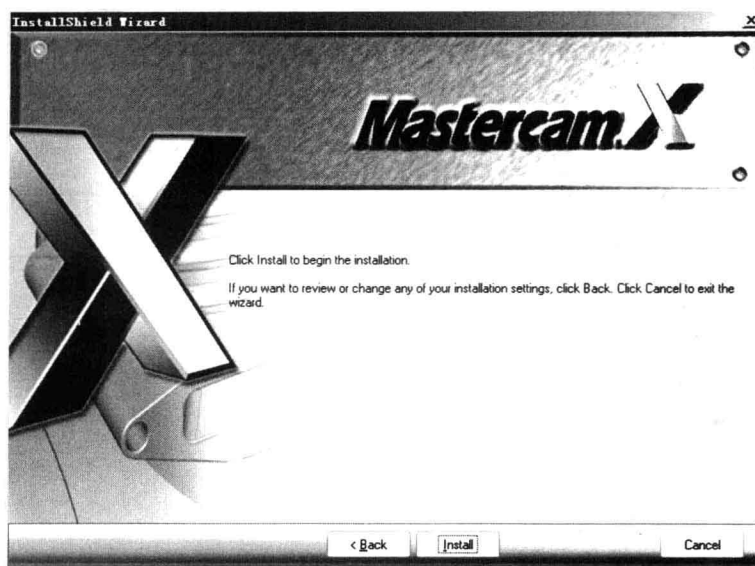

图 0.12 Click Install to begin the installation 界面
(12) 设置完要安装的示例文件后单击 Next 按钮, 打开如图 0.12 所示的 Click Install to begin the installation 界面(是否继续安装的界面)。
(13) 在如图 0.12 所示的界面中单击 Install 按钮, 确定安装, 打开如图 0.13 所示的 Mastercam X is configuring your new software installation 界面(安装过程界面)。